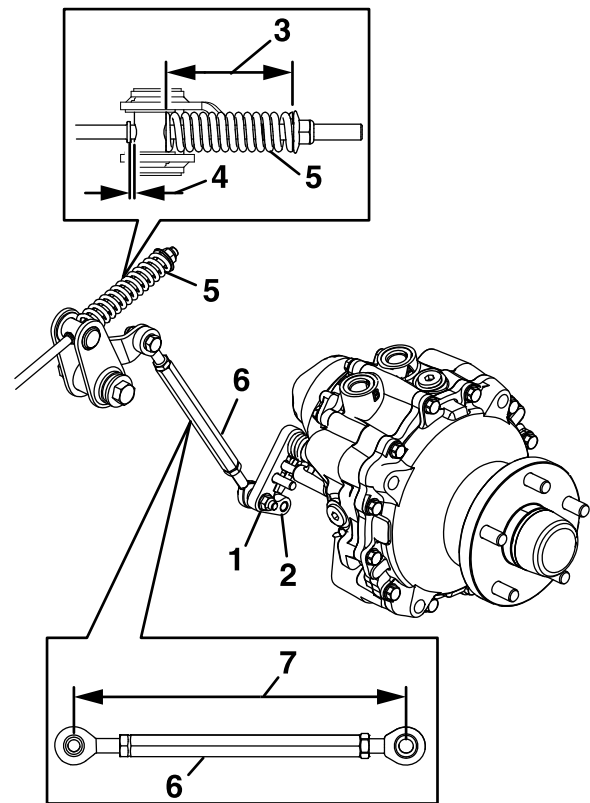

**Figura 59**
7. Mida la longitud del conjunto de enganche (Figura 59).
8. Mida la longitud del muelle (Figura 59).